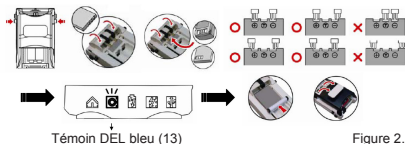

Figure 2.1
Mettez en contact les connecteurs de charge de la batterie jusqu'à ce que le témoin DEL bleu (13) s'illumine ; attachez ensuite la batterie à la barre de fixation du plateau arrière (8) ou au couvercle (10) (veuillez vous référer à la figure 2.1).